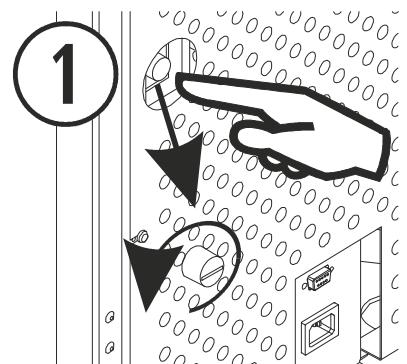

Figura 26
- 6.11. *Con la caldera desenchufada*, comprobar el termostato de seguridad que se encuentra en la parte trasera, hacia el lateral derecho de la caldera. Para activarlo se debe desenroscar el tapón y pulsar el botón si fuese necesario, si el termostato se encuentra activado escuchará un “clic”. Si el termostato de seguridad ya había sido activado con anterioridad, consulte con su distribuidor. En la figura 26 se ilustra la posición del termostato en la *Cantina Nova* y *Aveiro*. En la *Super Insert*, el termostato de seguridad lo encontramos centrado en el marco superior del forro.
① | Termostato de seguridad y rearme.